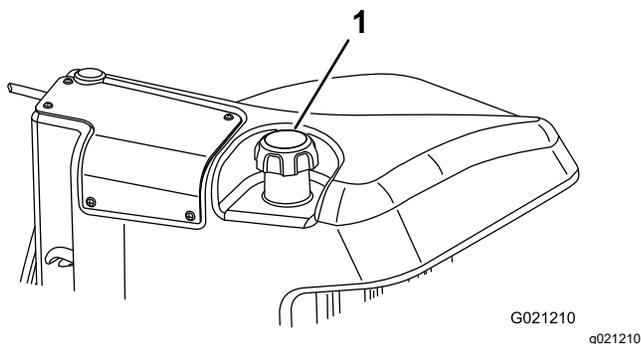

Рисунок 46
3. Снимите крышку топливного бака (Рисунок 46).